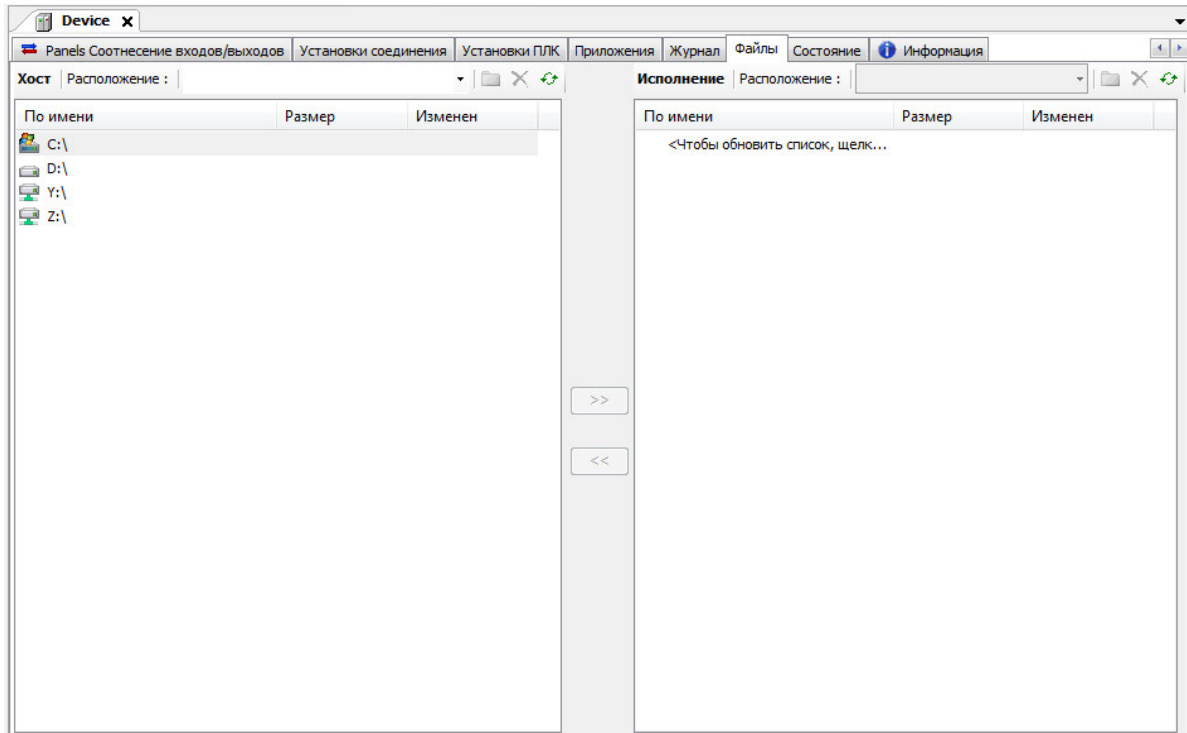

Рисунок 3.83 – Вкладка **Файлы**. Начало работы с USB-Flash в среде CoDeSys
- 2 В дереве устройств выбрать устройство **Device** и дважды нажать на него левой кнопкой мыши. В появившейся закладке найти вкладку **Файлы** (рисунок 3.83). Левое окно вкладки отображает данные на компьютере, правое окно – содержание памяти контроллера.